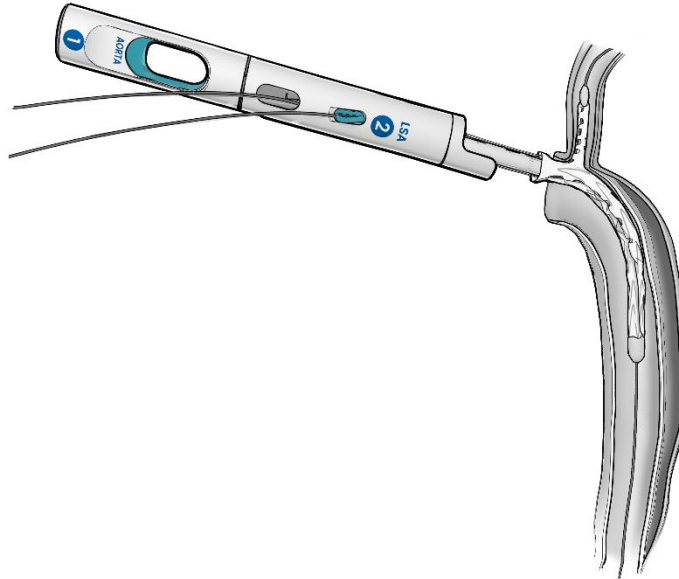

Figura 10. Introdurre il dispositivo Arcevo™ LSA nella posizione predestinata
- 11.3.1 Allineare il ramo LSA al vaso LSA prima di inserire l'impianto Arcevo™ LSA nell'aorta toracica sezionata (**Figura 10**). Il sistema di rilascio Arcevo™ LSA non è concepito per essere ruotato una volta inserito nell'aorta.
11.3.3 Far avanzare il ramo LSA stentato nel vaso LSA attraverso l'ostio. Spingere l'impugnatura per far avanzare il sistema di rilascio fino a quando il colletto dell'impianto Arcevo™ LSA non si allinea con l'aorta toracica sezionata, il ramo LSA è completamente inserito all'interno del vaso LSA e l'impianto è mantenuto contro la curva esterna, come mostrato in **Figura 10**.